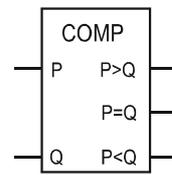

Abb. 15 – Fig. 15
Komparator mit zwei Eingängen und drei Ausgängen zum Vergleich von zwei 1-Bit-Dualzahlen (siehe Abb. 15, Tab. 6). Die Eingänge sind nicht mit Pull-up-/Pull-down-Widerständen beschaltet. In Verbindung mit dem 4-Bit-Komparator können zwei 5-Bit-Dualzahlen miteinander verglichen werden (siehe Punkt 17).
(21) 1-Bit Comparator
Comparator with two inputs and three outputs for comparing two 1-bit dual numbers (see fig. 15, table 6). The inputs are not wired with pull-up/pull-down resistors. Two 5-bit dual numbers can be compared in combination with the 4-bit comparator (see item 17).